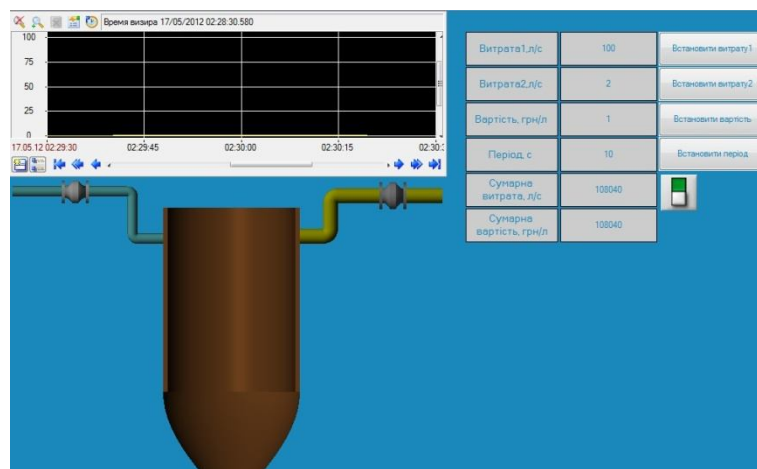

Рис. 5.10 Приклад запуску проекту
9. **Запустіть проект на виконання.** Результат запуску проекту на виконання буде відрізнятися тим, що буде виводитися результат попередніх запусків проекту на виконання, періодично буде відбуватися оновлення тренда, який буде залежність на основі даних архіву. Колір заливки ємності буде визначатися рівнем продукту в ємності (рис. 5.10). Подивіться створений звіт тривоги, який розміщується в директорії з ім'ям вузла, розміщеної в директорії проекту.